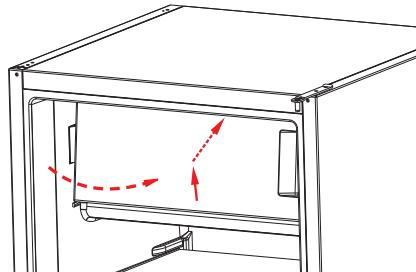

Fig. 5
- ▶ Tag døren til frostboksen af, ved at du løfter den let forneden og trækker den af nedad (fig. 5).